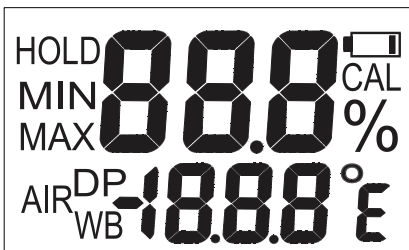
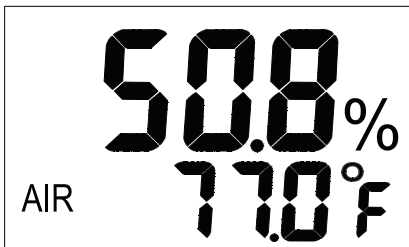

Рисунок 1
Рисунок 2
2. Для включения или выключения питания нажать желтую кнопку ON/OFF. В течение одной секунды на экране будет отображаться весь дисплей (см. рис. 1). Прибор начнет измерение температуры и влажности и будет отображать соответствующие показания одновременно. (см. рис. 2).